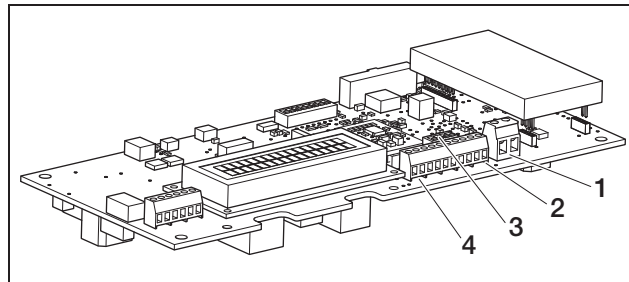

Abbildung 52: Anschlüsse Kommunikationsboard I
Der Schaltausgang (Klemme S0/AL-OUT, Position 1 in Abb. 52) hat je nach Einstellung unterschiedliche Funktionen (siehe Abschnitt «Funktion des Schaltausgangs einstellen», Seite 50). Er dient entweder als S0-Schnittstelle oder als Alarmausgang oder zum Schalten von Verbrauchern (Eigenverbrauch).
- Schließen Sie die Leitungen an der entsprechenden Klemme (Abbildung 52, Position 1) an.
- Schließen Sie die Leitungen entsprechend der Anschlussbelegung (Tabelle 8) an der Klemme (4 in Abbildung 52) an.